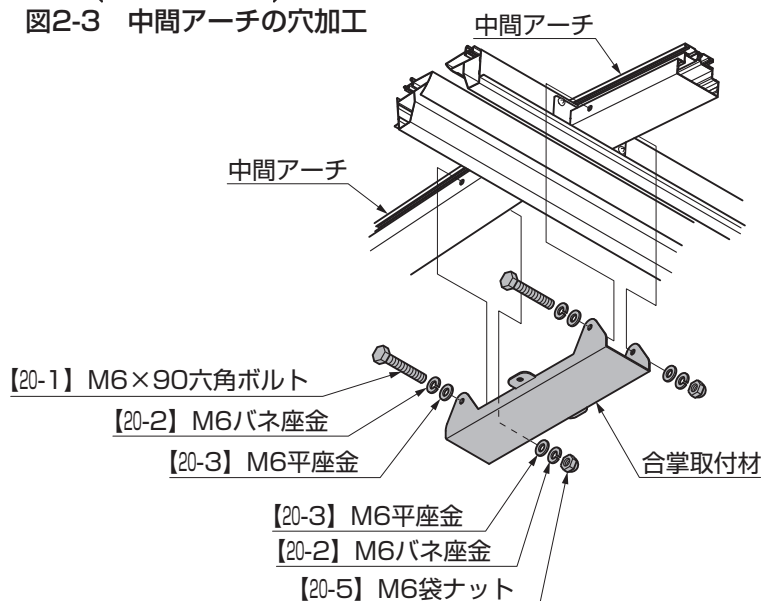

図2-4 合掌取付材の取付け
- ② 合掌取付材を中間アーチに【20-1】、【20-2】、【20-3】、【20-5】で取付けてください。(図2-4参照)